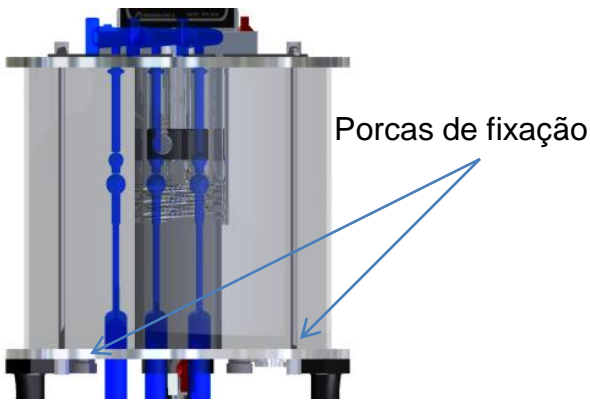

Figura 3
6.4 Coloque a base inferior do banho em uma bancada nivelada, com tomada para alimentação do banho. Logo depois coloque duas hastes na parte de traz de banho conforme figura 2, centralize a cuba de vidro em cima da borracha figura 3.
Após centralizar a cuba de vidro na borracha coloque a parte superior do banho, centralizando-a na borracha logo depois coloque as duas hastes que faltam na frente do banho de cima para baixo e aperte as porca conforme figura 3.